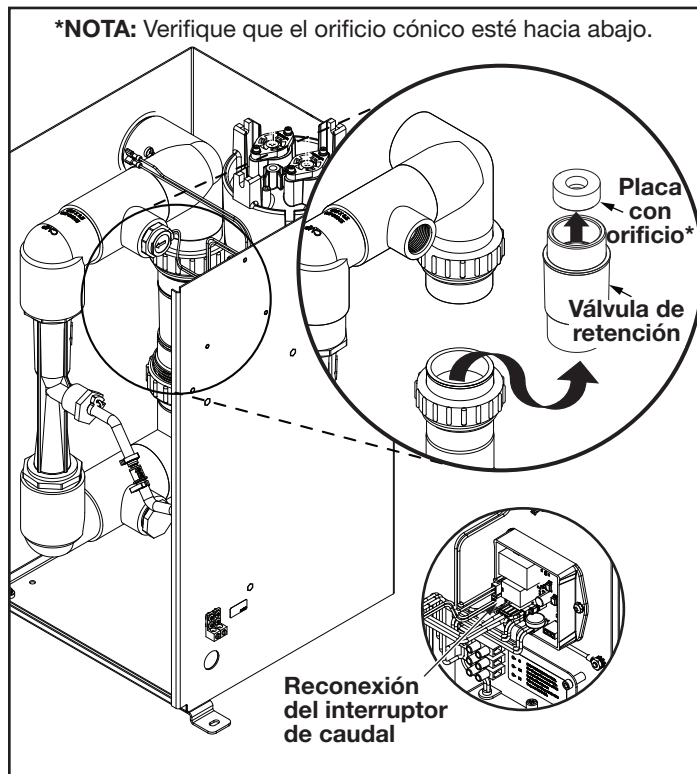

Figura 18. Ubicación de la placa con orificio del sistema JAOPX200
4. Desenchufe el conector del interruptor de caudal del conjunto de la placa de circuito y apriete con la mano para asegurarse de que el cableado no se dañe durante el proceso. Consulte la parte inferior de la Figura 18.
5. Afloje el conector de unión superior y el inferior, y extraiga la válvula de retención de velocidad variable del conjunto del colector de admisión para acceder a la placa con orificio. Consulte la parte superior de la Figura 18.
6. Extraiga la placa con orificio de la toma superior de la válvula de retención de velocidad variable. Consulte la parte superior de la Figura 18.
9. Vuelva a enchufar el conector del interruptor de caudal al conjunto de la placa de circuito. Consulte la parte inferior de la Figura 18.